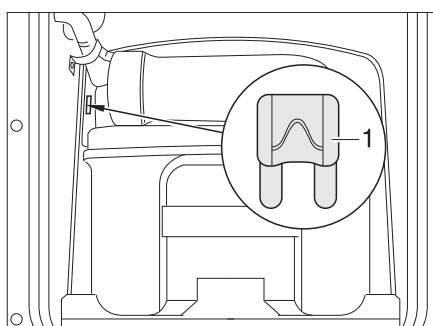
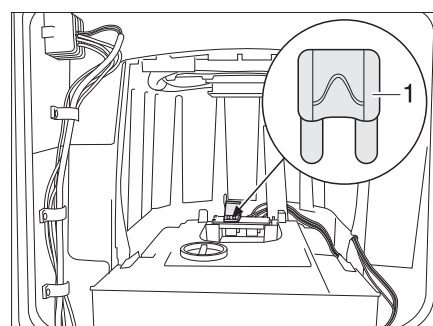

Fig. 316 Fusible des toilettes Thetford
Fig. 317 Fusible des toilettes Thetford (alternative)
- Changer le fusible (Fig. 316,1 ou Fig. 317,1).